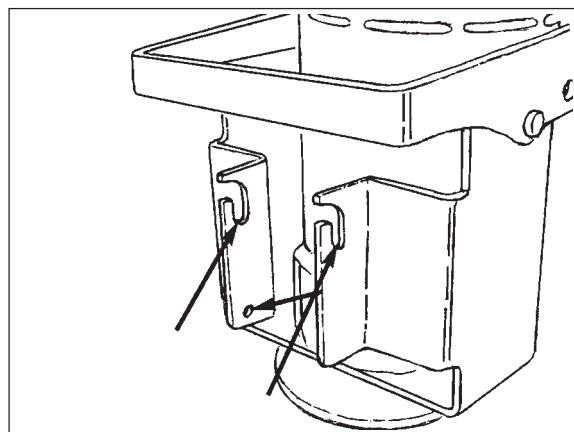

Рисунок 19
**ПРИМЕЧАНИЕ:** При установке или снятии щётки, необязательно снимать корпус для щёток. Корпус для щёток можно снять, если необходим лучший доступ к щётке или при поднятии машины на загрузочный трап. Для того, чтобы снять корпус для щёток, натяните внешний подпружиненный фиксатор с левой стороны корпуса, потом поднимите корпус для щёток вверх и выньте его. Проведите установку корпуса для щёток в обратном порядке, удостоверьтесь, что поперечина вставлена в оба желобка, а подпружиненный фиксатор правильно установлен на своем месте (смотрите рис. 19).